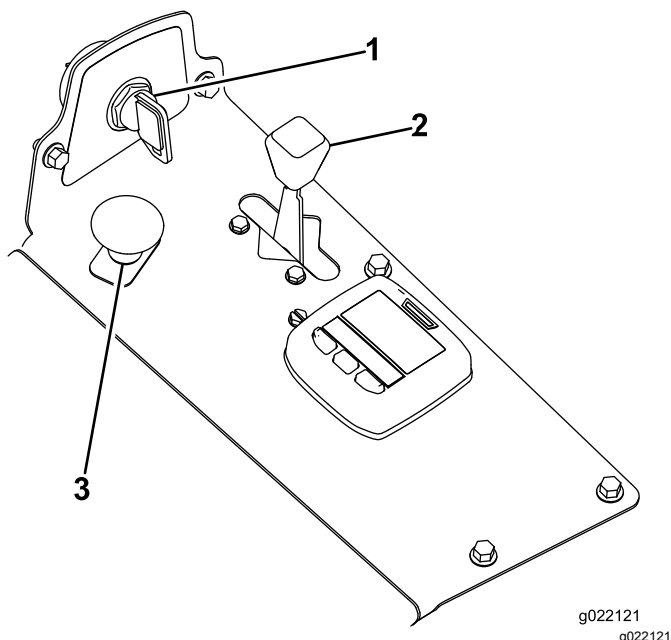

Figura 15
4. Mueva la toma de fuerza (PTO) a la posición Desengranada (Figura 15).